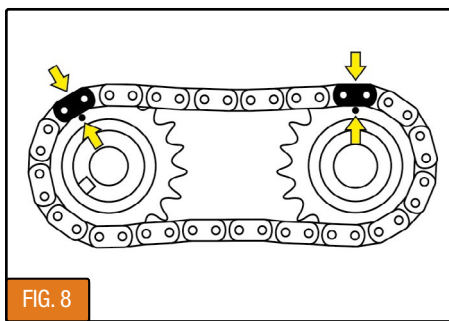

FIG. 8
23 - Gire o motor, em sentido horário, até que os dois gomos diferenciados da corrente que conecta as duas árvores de comando estejam alinhados às marcas de referência das engrenagens: um dos gomos deve estar alinhado ao ponto em baixo relevo da engrenagem da árvore de comando de admissão, aproximadamente na posição "12 horas" (Fig.8), e o outro gomo alinhado ao ponto em baixo relevo na engrenagem da árvore de comando de escapamento, aproximadamente na posição "11 horas" (Fig. 8). Pode ser necessário girar o motor até 40 voltas até que os gomos diferenciados da corrente se alinhem às marcas de referência nas engrenagens.
- Se não for possível fazer os dois gomos diferenciados da corrente se alinharem às marcas de referência da engrenagem de cada árvore de comando, simultaneamente (Fig.8), será necessário ajustar o sincronismo entre as árvores de comando. Para isso,
31 - Instale a corrente nas engrenagens das árvores de comando, de forma que um dos gomos fique alinhado ao ponto em baixo relevo da engrenagem da árvore de admissão, aproximadamente na posição "12 horas" (Fig.8), e o outro gomo fique alinhado ao ponto em baixo relevo na engrenagem da árvore de escapamento, aproximadamente na posição "11 horas" (Fig. 8).